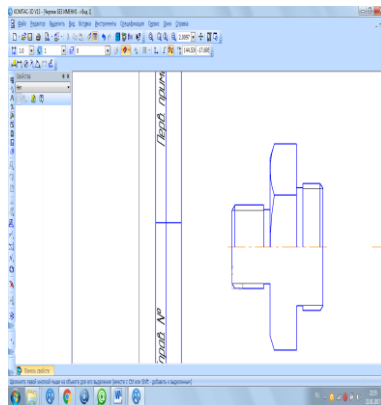

Рисунок 7-Построение линии резьбы
12. Командой *Параллельный отрезок* линией стиля *Тонкая* начертим четыре горизонтальных отрезка, обозначающих линии впадин резьбы. Построение отрезков начинается из угловых точек проточек, смотри рисунок 7.